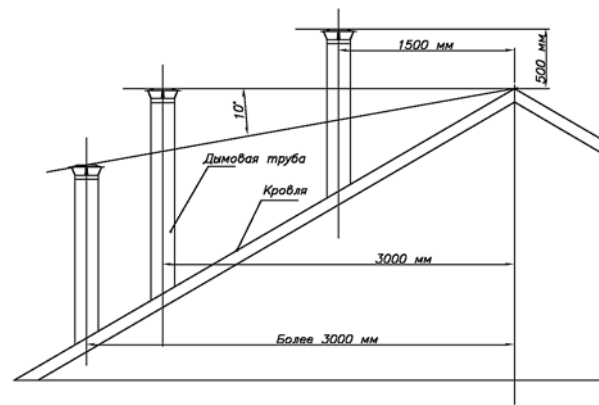

Рис. 1. Определение высоты наружной части дымовой трубы.
- не ниже линии, проведенной от конька вниз под углом 10° к горизонту, при расположении дымовой трубы от конька на расстоянии свыше 3000 мм. Необходимо предусматривать возвышение труб на 500 мм над более высоким рядом стоящим зданием или сооружением. (см. рис. 1)
Наденьте на дымоход конусообразный хомут, плотно прижмите его к разделке, затяните. В соответствии с требованиями раздела 3 и рис. 1 Настоящего Руководства, определите высоту дымохода, гарантирующую стабильность тяги. Закончите сборку, установив последний сэндвич, а на него — зонт-оголовок.